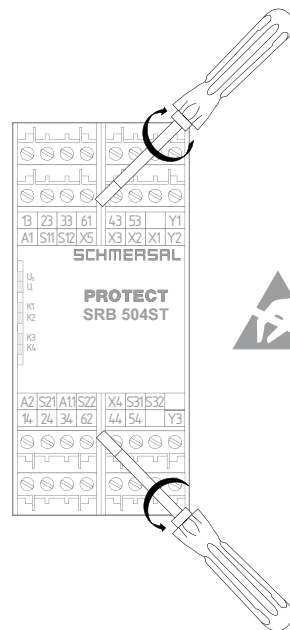

図2
前面カバーの開閉 (図2参照)
- ・押しボタンS1は、本製品の前面カバーを取り外すとあります。(図2、3参照)